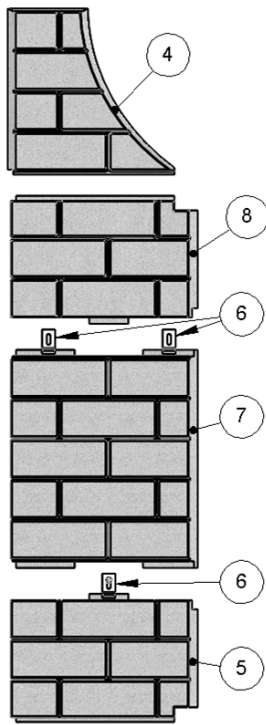
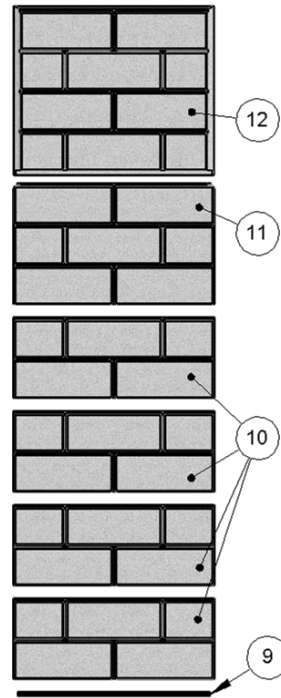

Figure 22 Installation des pierres réfractaires pour le côté droit
Figure 23 Installation pierres réfractaires arrières
Consultez la Figure 22 et Figure 23 tout en suivant les étapes suivantes :
6. Ayez les quatre pierres pour le côté droit et les six pierres pour l'arrière ainsi que trois supports de pierres et trois espaceurs pour les pierres arrière (pièces 4 à 12) à portée de la main. Sachez qu'il y a deux pierres (5), deux pierres (7), deux pierres (8) et six supports de pierres (6) au total. Ces pierres sont aussi utilisées pour le côté gauche.
7. Placez les trois espaceurs de pierres (9) sur le fond de la boîte à feu, centré juste en avant de l'isolant arrière (2). Installez une des petites pierres arrière (10) par-dessus les espaceurs. Assurez-vous de bien centré la pierre et d'orienter le motif de brique correctement, référez-vous à la Figure 23.
8. Installez la pierre inférieure de côté (5) sur le côté droit, à environ 1/8" de la pierre arrière. Vérifiez l'alignement du motif de brique entre le côté droit et l'arrière. Si nécessaire, retirez un des espaceurs (9) sous la petite pierre arrière afin que le motif de brique sous bien aligné.